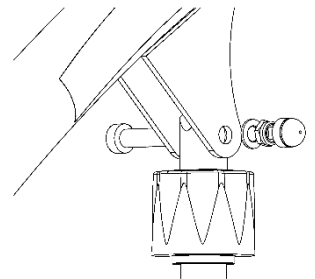

Fig. 5.2D
3. Setzen Sie die Kolbenstange des Motors in den Hebearm ein. Verwenden Sie einen Inbuss- und Schraubenschlüssel zum Festziehen des Bolzens/der Mutter (Fig. 5.2D). Setzen Sie die Schutzabdeckung auf die Mutter.